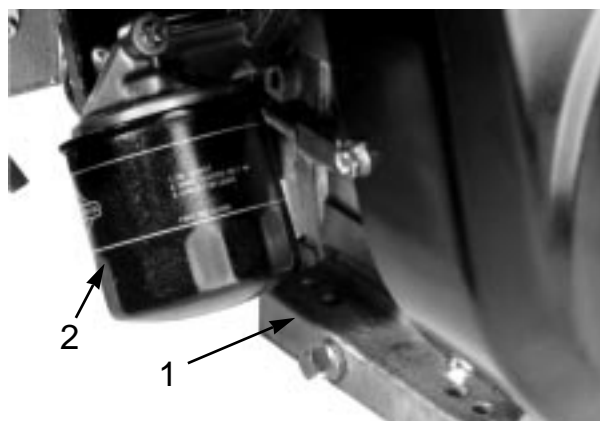

図 41
1. ドレンプラグ（図41）を外してオイルを抜き、プラグを元通りに取り付ける。
2. オイルフィルタ（図41）を外し、新しいフィルタのガスケットに薄くエンジンオイルを塗る。